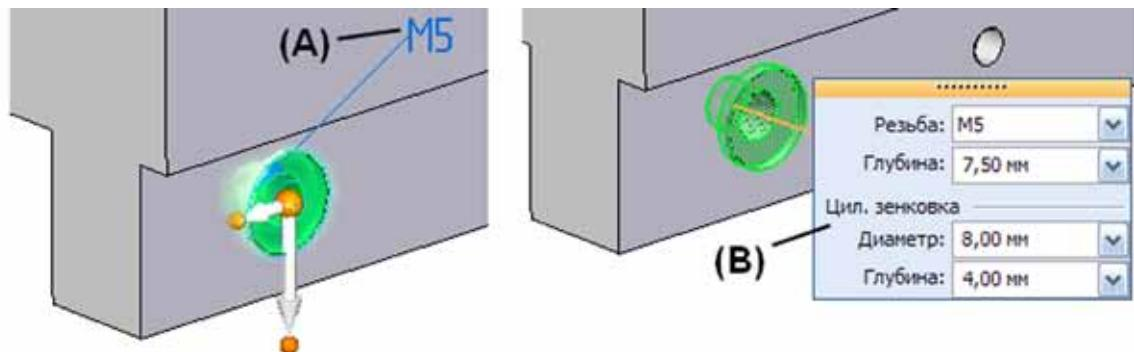

Рисунок 4. Процедурные элементы – полный аналог конструктивных элементов в параметрических системах
ными (процедурными) элементами тогда, когда это необходимо. Например, наиболее сложные элементы строятся именно с использованием этого подхода. К ним относятся отверстия, тонкостенные оболочки, массивы, фаски/скругления и некоторые другие элементы, которые, опять же, не связываются друг с другом отношениями «родитель-потомок». При этом для редактирования этих элементов конструктор использует возврат к диалогу задания их параметров, а не инструменты прямого редактирования (Рисунок 4). Чтобы отредактировать такой элемент, достаточно его выбрать и щелкнуть мышью на появившийся элемент редактирования (маркер) (A), что вызовет диалог параметров этого элемента (B). Выбирая новое значение параметра, конструктор изменяет этот элемент. Таким образом, синхронная технология содержит элементы параметрического моделирования, что значительно упростит ее изучение для тех, кто имеет навыки работы с параметрическими системами.